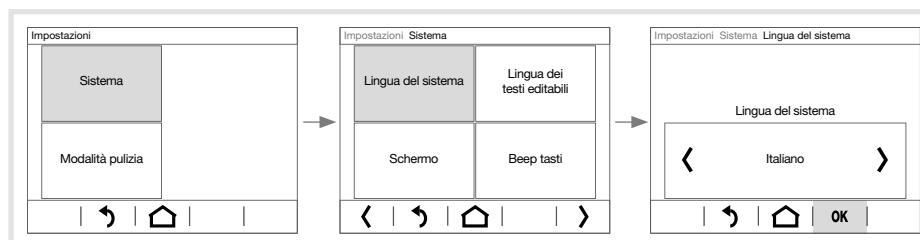

Figura 5: esempio d'impostazione della lingua di sistema
La visualizzazione si sposta su un'altra pagina dalla quale occorre ancora operare una selezione, oppure va direttamente all'impostazione del parametro (figura 5).
- Con **-/+** il valore del parametro ridurre/aumentare, con **↗/↖** è possibile selezionare un valore preimpostato disponibile (figura 5), oppure con **[ON]/[OFF]** è possibile attivare/disattivare il parametro (tabella 1).